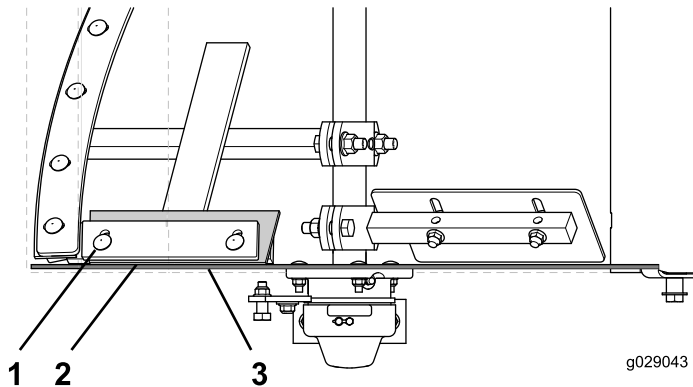

Figura 71
4. Afloje los pernos de cabeza redonda y las contratuercas prensadas que sujetan la hoja de la paleta y la escobilla a la paleta fija. (**Figura 71**)